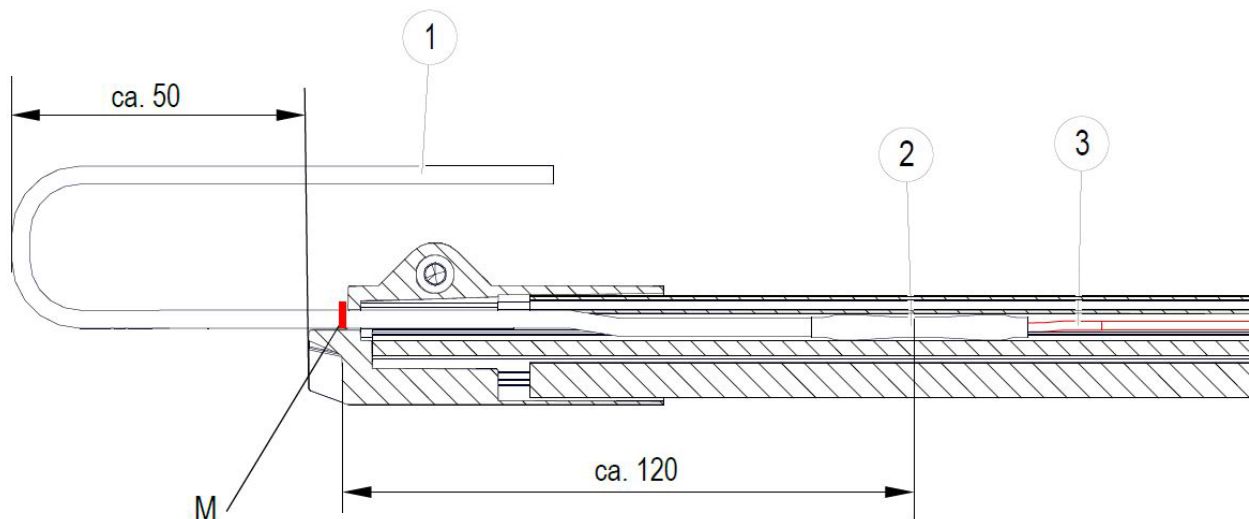

Abb. 40: Übersicht der Crimp-Verbindung und Bogenüberstand der kalten Anschlussleitung am Schienenende
Nach der Zugentlastung muss die Markierung (M) an der Außenkante der Endkappe sichtbar sein und der Bogenüberstand der kalten Anschlussleitung an der Endkappe sollte ca. 50 mm betragen (siehe Abb. 40). Es ist darauf zu achten, dass keine Leitungen in den Bewegungsbereich der Verbraucher oder anderer sich bewegendere Teile geraten.